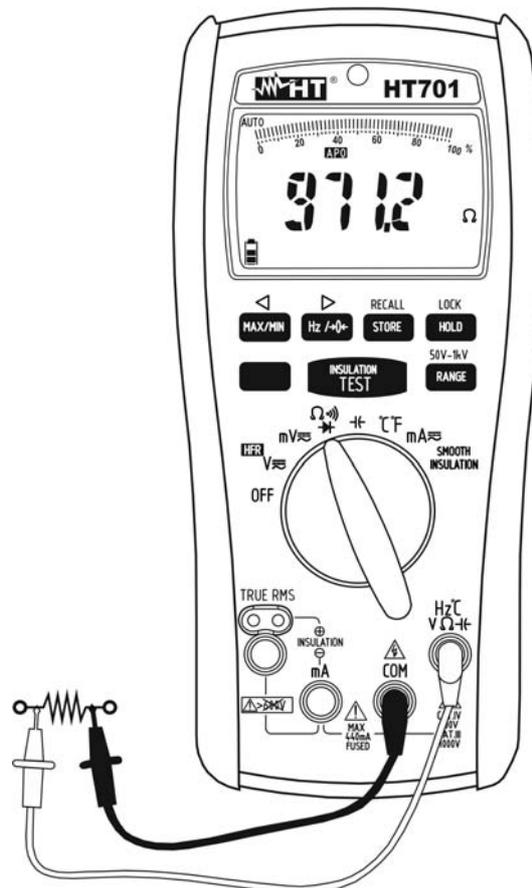

Fig. 6: Uso del instrumento para medida de Resistencia y Test de Continuidad
3. Inserte el cable rojo en el terminal de entrada **H_z°CVΩH_z** y el cable negro en el terminal de entrada **COM** (vea Fig. 6)